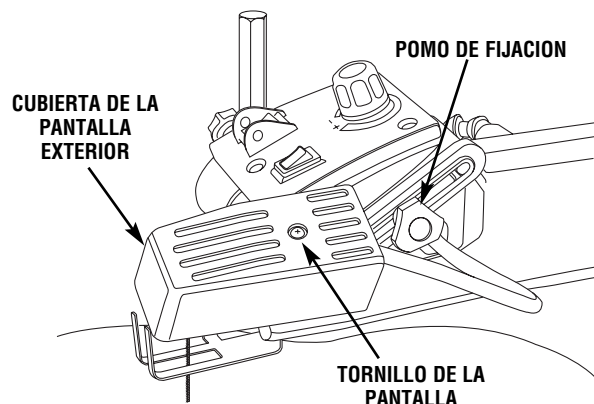

FIG. 9
2. Afloje el pomo de fijación, deslice la lámpara hasta la posición deseada y apriete el pomo de fijación (Fig. 9).
4. Cambie la bombilla y vuelva a montar las pantallas (Fig. 9).